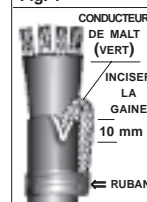

Fig. 2
- Inciser la gaine du cordon le long du conducteur vert tel qu'illustré à la figure 2 à droite.
- Replier le conducteur dénudé de mise à la terre sur la gaine du cordon et l'attacher au cordon avec un ruban adhésif en prenant soin de couvrir l'extrémité des brins tel qu'illustré à la figure 2.